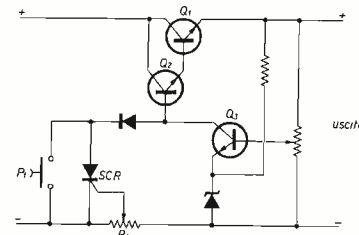

figura 1
1) Protezione a blocco (figura 1).